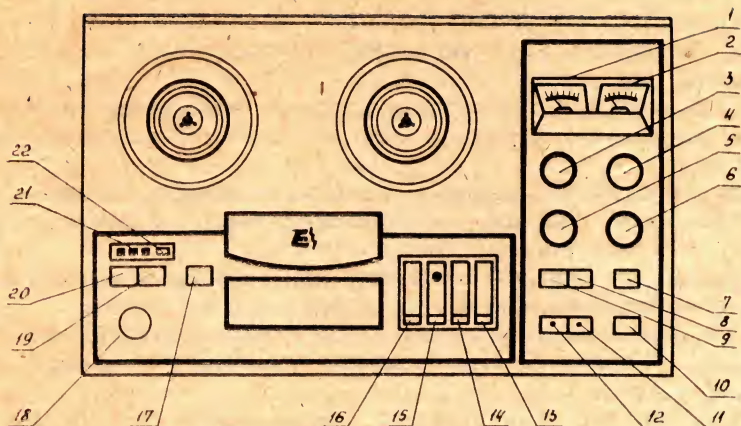
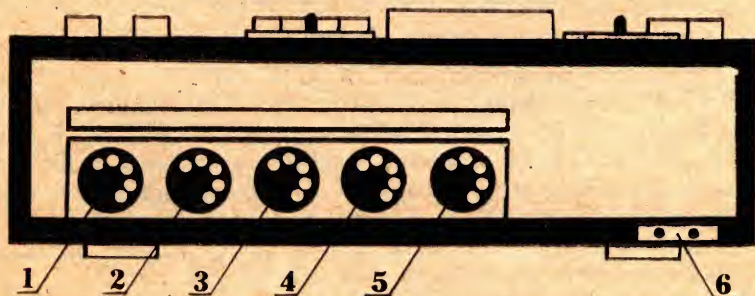

Рис. 1. Расположение элементов управления на верхней панели:
Рис. 2. Расположение соединительных розеток на задней стенке магнитофона:
5.6.1. Расположение и назначение элементов управления показано на рис. 1.
5.6.2. Розетки для внешних соединений и сетевая колодка, находящиеся на задней стенке, показаны на рис. 2.
6.1.1. Снимите защитную крышку магнитофона, нажав на фиксаторы на боковых гранях верхней панели. Подключите сетевой шнур к колодке 6 (см. рис. 2), включите его в сеть  $220\text{ В} \pm 10\%$  частотой  $50\text{ Гц} \pm 2\%$ , и нажмите кнопку включения выбранной Вами скорости. При этом загорятся лампочки индикации включения сети, освещающие индикаторы 1 и 2 (см. рис. 1).
Переход на другую скорость производится только после выключения магнитофона из сети кнопкой 17 (см. рис. 1).
6.2.2. Для установки уровня записи нажатием кнопки 10 (рис. 1) включите временную остановку ленты, затем нажмите кнопку «ЗАПИСЬ I» для левого канала (1 и 4 дорожек), кнопку «ЗАПИСЬ II» для правого канала (2 и 3 дорожек) или обе кнопки вместе для стереозаписи и, удерживая их в этом положении, на-
жмите клавишу «ПУСК», фиксируя положение кнопок записи, после чего регуляторами уровня записи 3 и 4 установите необходимый уровень записи, пользуясь показаниями индикаторов 1 и 2 (см. рис. 1).
1. Во время записи можно прослушивать записываемую программу при помощи головных телефонов, подключенных к розетке 18 (см. рис. 1) или контрольного громкоговорителя.